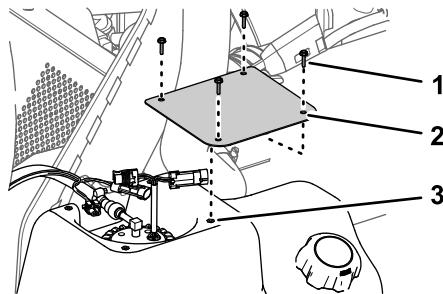

図 82
- 燃料タンク部分で、カバーを燃料タンクに固定しているねじ#10 x $\frac{3}{4}$ "4本を外して、カバーを取り外す図 82。